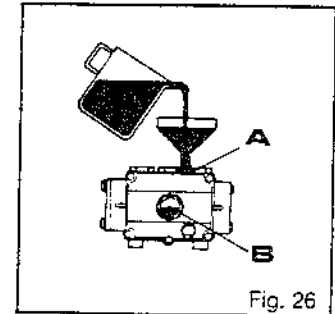

Fig. 26
- 3) Den Ablasspropfen zuschrauben und neues Öl durch die obere Öffnung (Abb. 26 A) bis zum angezeigten Stand auf dem Schauglas, auffüllen. (Abb. 26B). Bitte ausschliesslich SAE 20 / 30 Öl verwenden. Benötigte Ölmenge: 0,45 Liter.